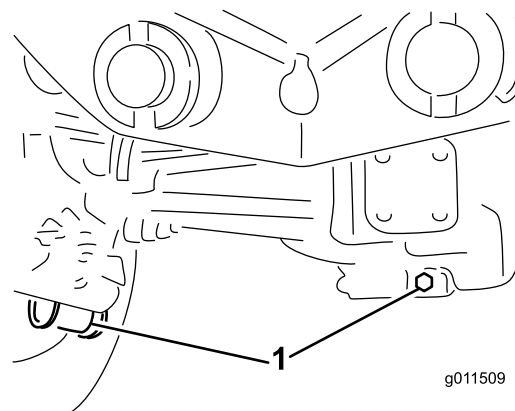

Figura 65
2. Pulite attorno ai tre tappi di spurgo, uno per lato ed uno in centro (Figura 65).